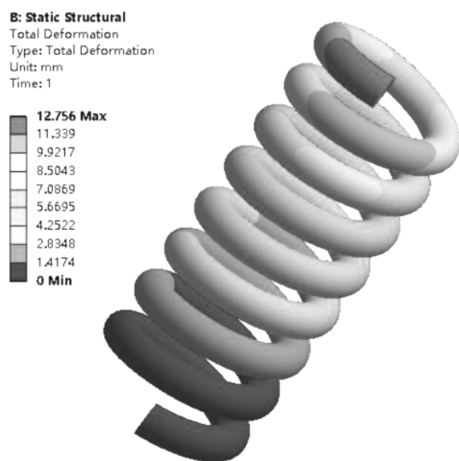

图 7-17 变形分布云图
- (1) 在导航树上单击【Solution (B4)】。
- (2) 在求解工具栏中单击【Deformation】→【Total】。
- (3) 在 Mechanical 标准工具栏中单击  Solve 进行求解运算。
- (4) 运算结束后，单击【Solution (B4)】→【Total Deformation】，可以查看圆柱螺旋弹簧变形分布云图，如图 7-17 所示。